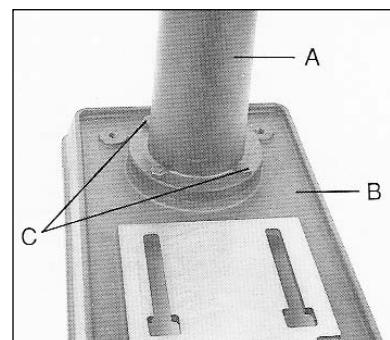

Рис. 1
Прикрутите колонну (A, Рис. 1) к основанию (B) с помощью четырех болтов (C).